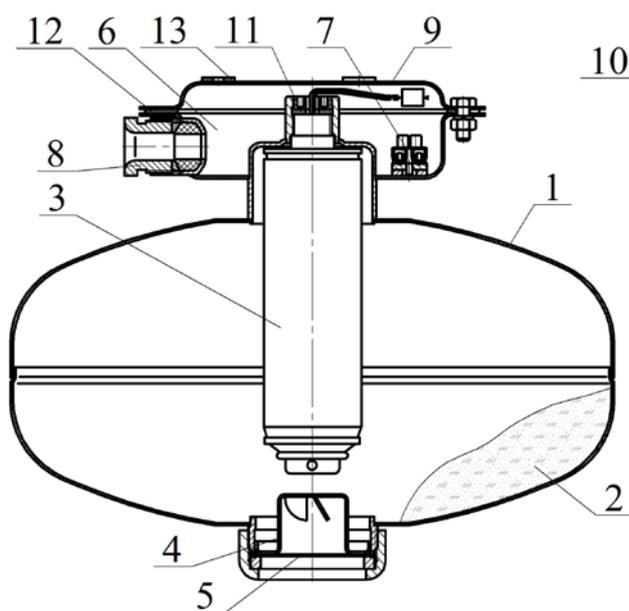
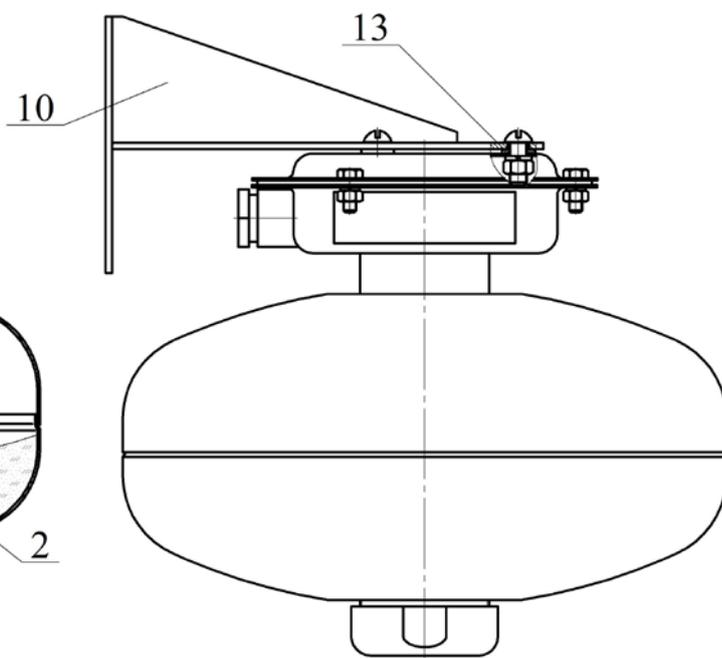

Рисунок 1
Рисунок 2
В верхней части МПП снабжен кронштейном **9** для крепления к потолочному перекрытию (рисунок 1) или кронштейном **10** для крепления к стене (рисунок 2).
2.1.2 Произвести монтаж вводной коробки МПП (см. рисунок 2) в следующей последовательности.
2.1.3 Закрепить кронштейн **9** (см. рисунок 1) на потолке или кронштейн **10** (см. рисунок 2) на стене. Крепление кронштейна **9** к потолку производить через резиновые кольца **13**. Координаты отверстий в кронштейне, предназначенном для крепления МПП на потолке, приведены на рисунке 4а), на стене – на рисунке 4б).
2.1.4 Через резиновую прокладку **12** (см. рисунок 1) состыковать МПП с кронштейном и закрепить соединение гайками. Соединение МПП с настенным кронштейном **10** производить через резиновые кольца **13** (см. рисунок 2).